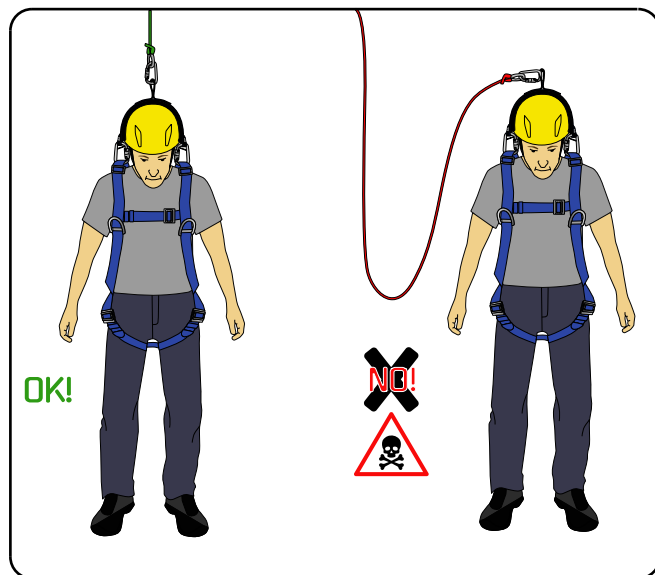

рис. 7
• при размещении устройства убедитесь, что точка крепления расположена над пользователем, а система, включающая это устройство, всегда натянута для предотвращения возможных падений (рис. 7);